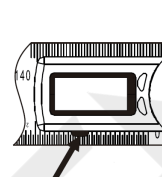

fig.1
- Premere il supporto della batteria (fig. 1)